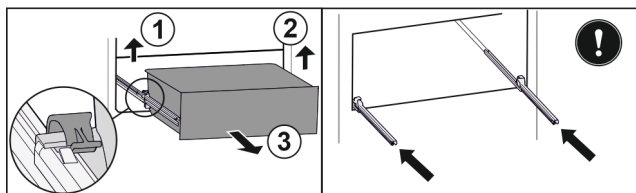

Fig. 126
- ▶ Løft den venstre klemme, og træk samtidigt skuffen i venstre side fremad. Fig. 126 (1)
- ▶ Løft den højre klemme, og træk samtidigt skuffen i højre side fremad. Fig. 126 (2)
- ▶ Tag skuffen ud fremefter. Fig. 126 (3)